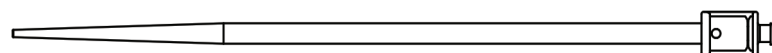

Abbildung 4: Erweiterungsinstrument
4. ein Erweiterungsinstrument (Abb. 4), das verwendet wird, um die Einführschleuse während der Vorbereitung des Produkts zu erweitern.